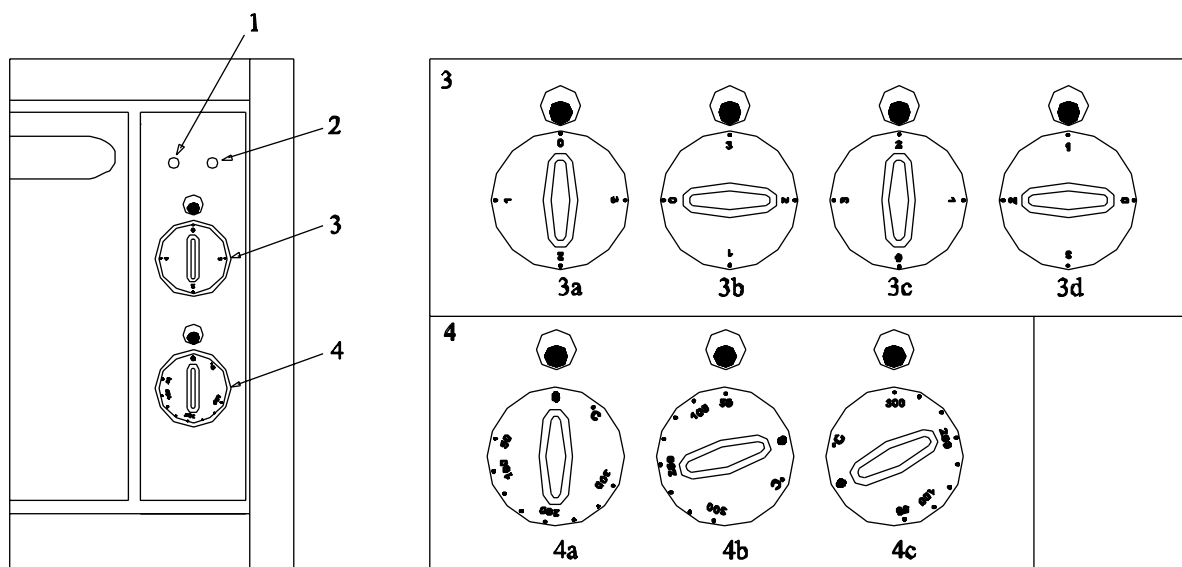

Abb. 5
Die Richtung der Erwärmung mit dem Knauf wählen, wiedergegeben mit pos. 3 auf *** 'Abb. 5' on page 13 ***. Die Temperatur der Garkammer durch Drehen des Knaufs des Regelthermostats des Ofens nach rechts einstellen (pos. 4 auf *** 'Abb. 5' on page 13 ***), die Widerstände schalten sich ein und die Leitungskontrollleuchte (pos. 2 auf *** 'Abb. 5' on page 13 ***)) und die Betriebsleuchte des Ofens (pos. 1 auf *** 'Abb. 5' on page 13 ***)) leuchten auf. Die Betriebsleuchte geht beim Erreichen der eingestellten Temperatur aus. Die Temperatur des Ofen kann zwischen 50 °C und 300 °C mit Zwischenwerten eingestellt werden.
Das Gerät ist mit einem Sicherheitsthermostaten ausgestattet. Falls die Temperatur im Garraum den Grenzwert überschreitet, schalten alle Backofenfunktionen ab und es bleibt nur die Netzleuchte (pos. 1 in *** 'Abb. 5' on page 13 *** vorherige Position). Dies ist eine Sicherheits-Massnahme, die beim Defekt eines Teiles oder bei unsachgemäßem Gebrauch einschreitet. Falls das Sicherheitsthermostat eintritt, die Stromversorgung des Gerätes abschalten und den Kundendienst anrufen. Um den Thermostaten wiedereinzusetzen den Winkel (*** 'Abb. 6a' on page 15 ***) abmontieren und den Knopf für die Wiedereinsetzung des Thermostaten drücken..